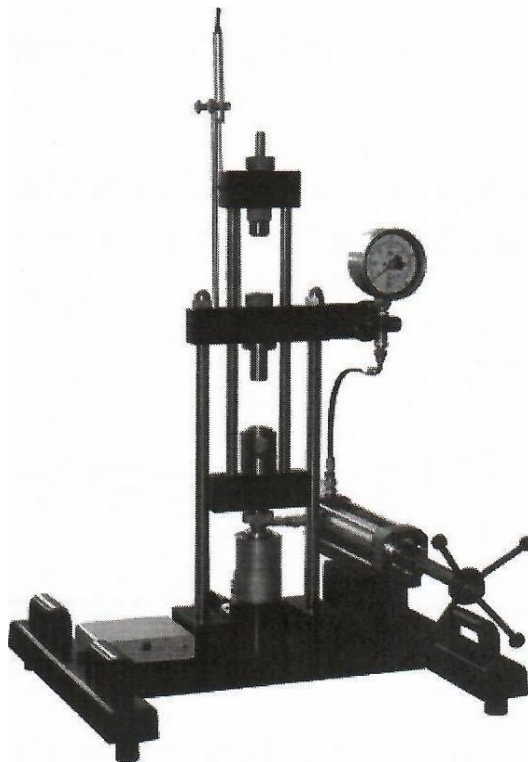

Рисунок 2.1 — Универсальная машина для исследования свойств материала.
- Испытательная машина (рисунок 2.1)